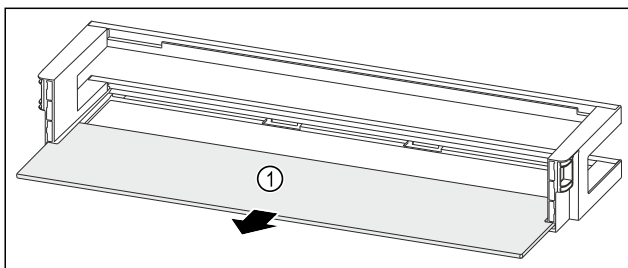

Fig. 119 Türabsteller mit Abstellfläche
- ▶ Abstellfläche Fig. 119 (1) entnehmen.